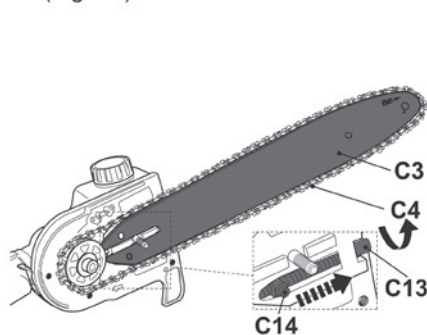

Fig. 16
- > Gire el tornillo tensor (C13) hacia la derecha para ajustar el pasador tensor (C14)/la espada (C3) hacia la derecha para tensar la cadena (C4) (Fig. 16).